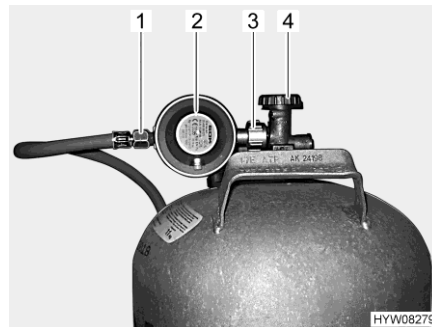

Fig. 89 Conexión de la bombona de gas
- Cerrar la llave de paso principal (Fig. 89,4) de la bombona de gas. Observar el sentido de la flecha.
- Retener el regulador de presión de gas (Fig. 89,2) y abrir la tuerca moleteada (Fig. 89,3) (por lo general, rosca a la izquierda).
- Retirar el regulador de presión de gas con la goma del gas (Fig. 89,1) de la bombona de gas.
- Colocar el regulador de presión de gas (Fig. 89,2) con goma del gas (Fig. 89,1) en la bombona de gas y apretar la tuerca moleteada (Fig. 89,3) (por lo general, rosca a la izquierda). **No** apretar demasiado firmemente.